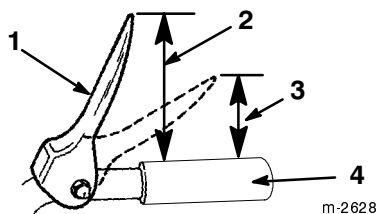

Figure 8
3. Réglez la position de l'écrou à embase sur la tige de commande de traction vers le haut ou vers le bas pour que l'extrémité de la manette de commande de traction soit à environ 12,7 cm de la poignée (Fig. 8).
Remarque : Le réglage est correct si les roues cessent de tourner quand le bout de la manette de commande de traction est à une distance de 7,6 à 10,2 cm de la poignée (Fig. 8).